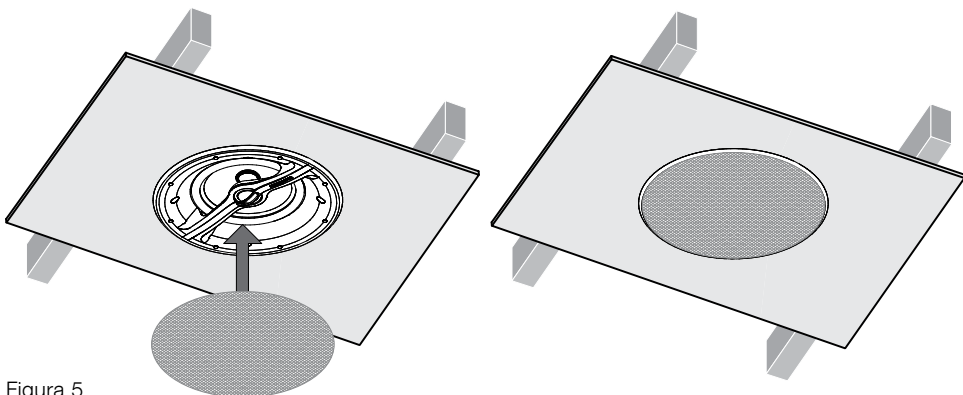

Figura 5
**4.5** È ora possibile installare la griglia. Essa viene assicurata al diffusore tramite piccoli magneti. È sufficiente quindi allinearla alla scanalatura presente sulla flangia affinché scatti in posizione. La Figura 5 illustra il montaggio della griglia.